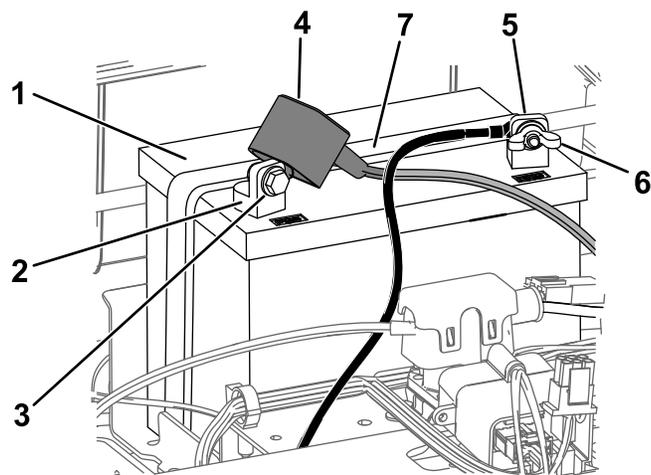

Рисунок 49
4. Отсоедините отрицательный (черный) кабель от штыря аккумулятора (Рисунок 49).
6. Отсоедините положительный (красный) кабель от штыря аккумулятора (Рисунок 49).
7. Снимите прижим аккумулятора (Рисунок 49) и поднимите аккумулятор, чтобы снять его с поддона.
1. Установите аккумулятор в поддон (Рисунок 49).
5. Закрепите аккумулятор с помощью прижима (Рисунок 49).